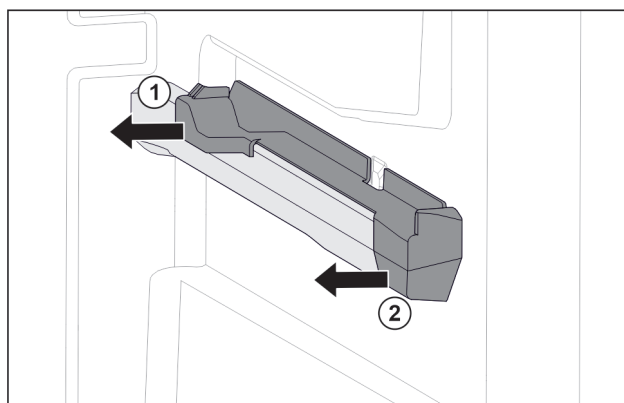

Fig. 19 Insteekelement op rechter containerrib
- ▶ Insteekelement achter naar de zijkant toe eraf trekken. Fig. 19 (1)
- ▶ Insteekelement voor naar de zijkant toe eraf trekken. Fig. 19 (2)